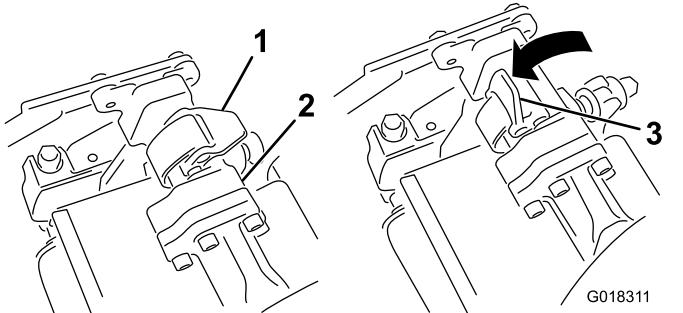
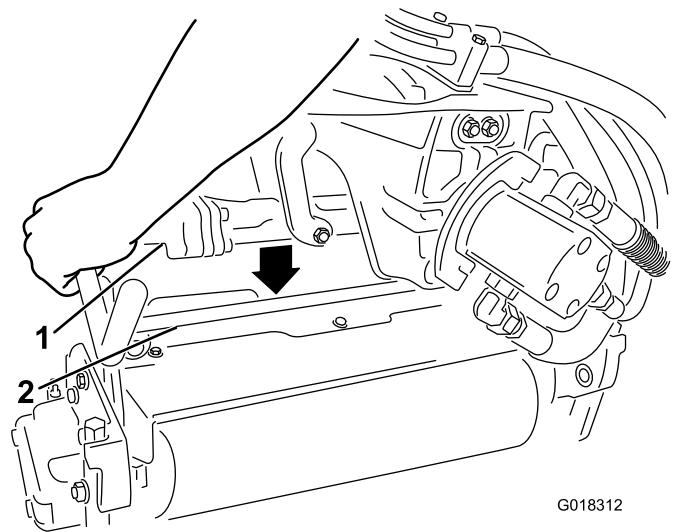

Bild 3
Bild 4
3. Die Riegel an der Aufhängearmstange müssen nach oben zeigen (Bild 3); drücken Sie den Aufhängearm dann so nach unten, dass die Stange über die Stange an der Oberseite der Dreifachrolle passt (Bild 4).
4. Drücken Sie die Riegel nach unten und um die Dreifachrolle und arretieren sie (Bild 3).